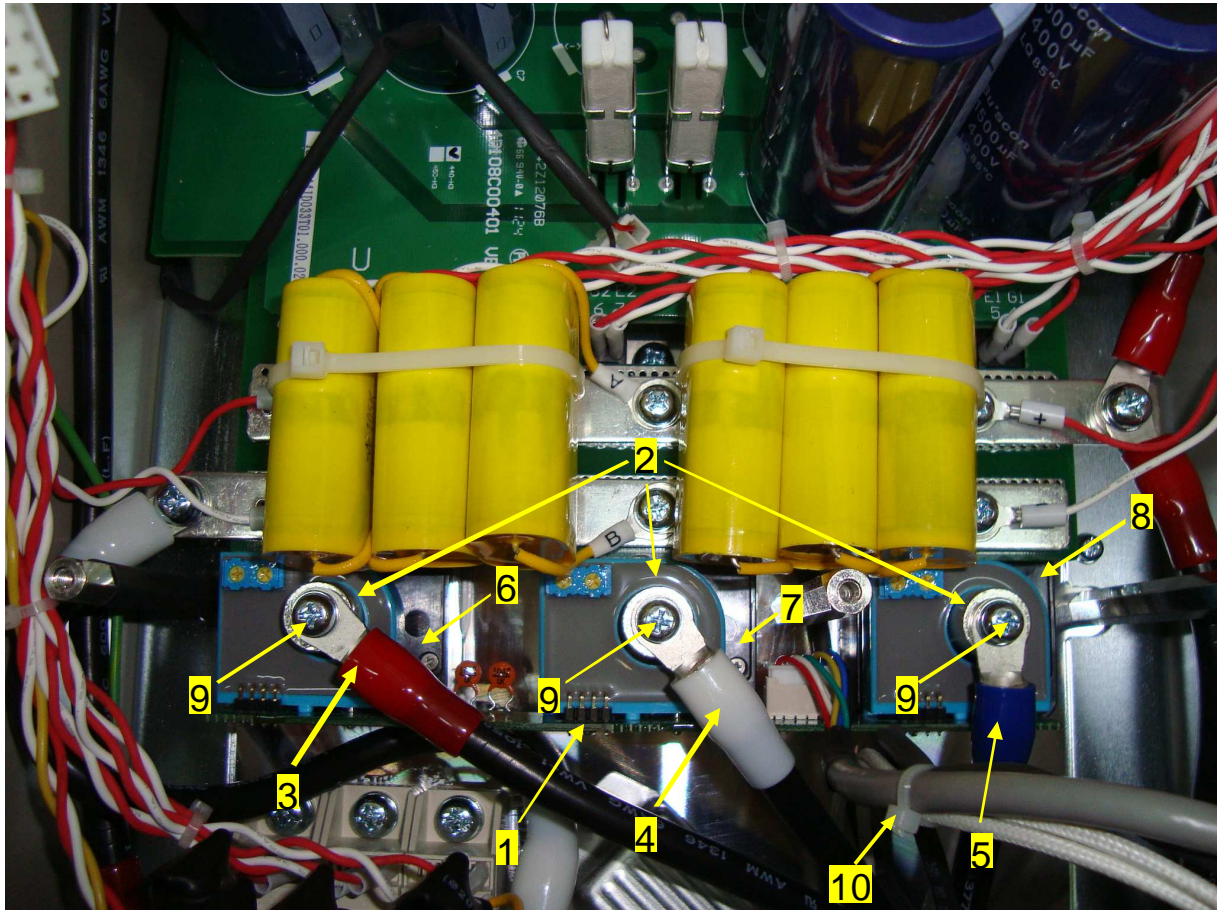

Рисунок 7.22
7.10.2 Установить плату 1 над контактами «1» IGBT модулей, вложить в отверстия токовых датчиков втулки 2 (рисунок 7.22).
7.10.3 Закрепить наконечники 3, 4 и 5 винтами 9 (рисунок 7.22), вкрутив винты через отверстия в наконечниках и втулках в невыпадающие гайки под контактами IGBT модулей, соблюдая следующее соответствие:
7.10.4 Скрепить стяжкой 10 (рисунок 7.22) кабель платы датчиков тока вместе с выводами резистора предзаряда и кабелем термодатчика. Отрезать хвост стяжки у замка.